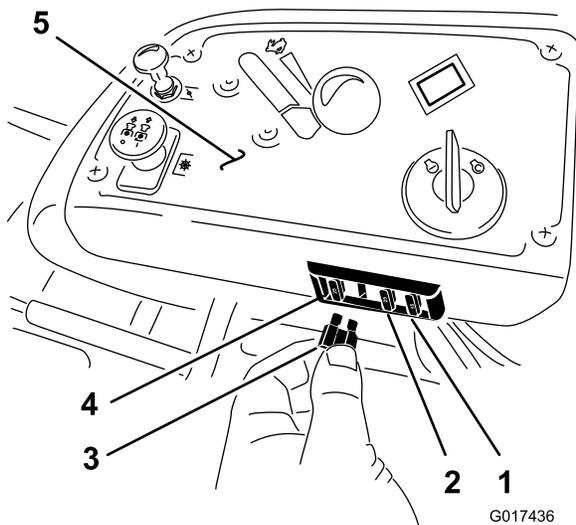

Figure 53
1. Les fusibles sont situés sur la console droite, près du siège (Figure 53).
3. Remplacez le fusible (Figure 53).